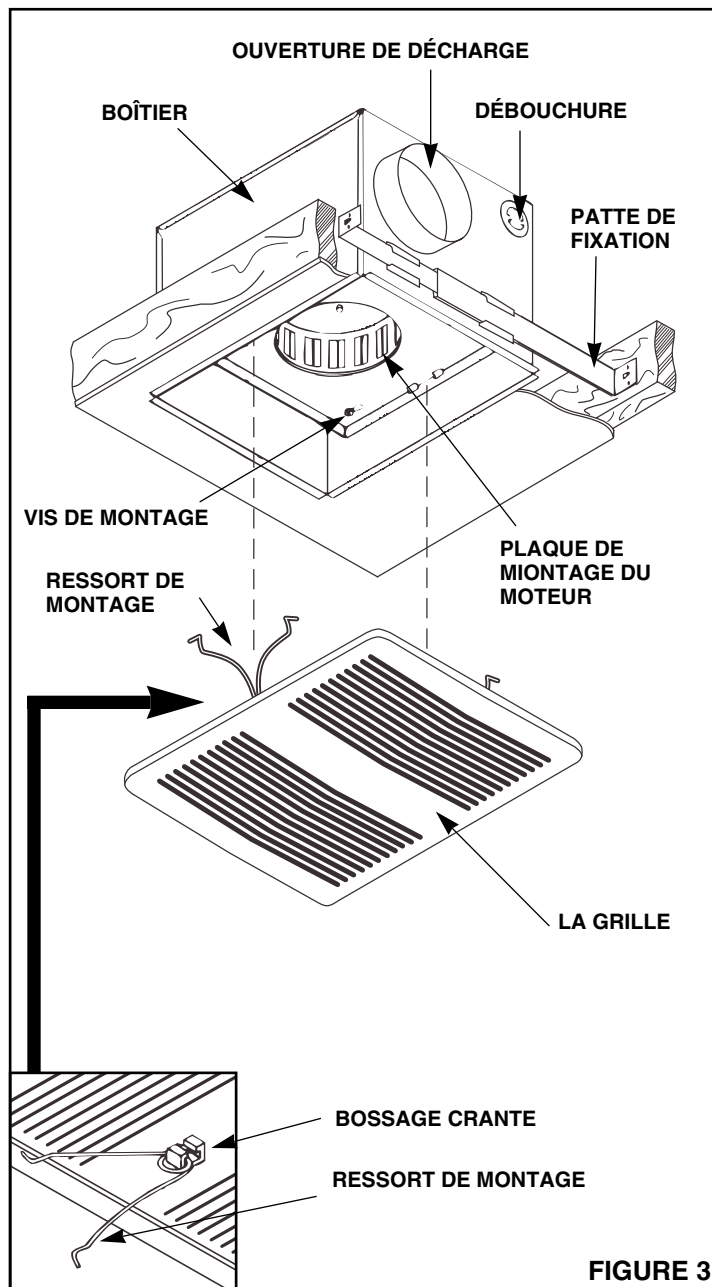

FIGURE 3
4. **Voir Figure 3.** Bien serrer les vis.
1. **Voir Figure 3.** Insérer la boucle centrale des ressorts de montage de la grille dans les bossages à rainures au dos de la grille.